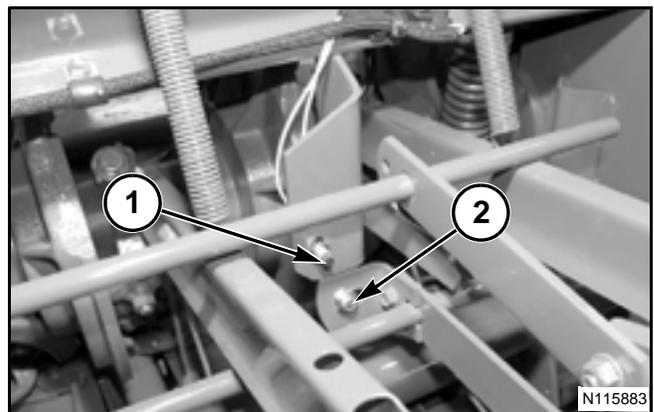

FIG. 18
FIG. 18: El interruptor de alarma del anudador inferior (1) está ubicado cerca del extremo izquierdo del conjunto del anudador. El actuador magnético está situado justo enfrente del interruptor.